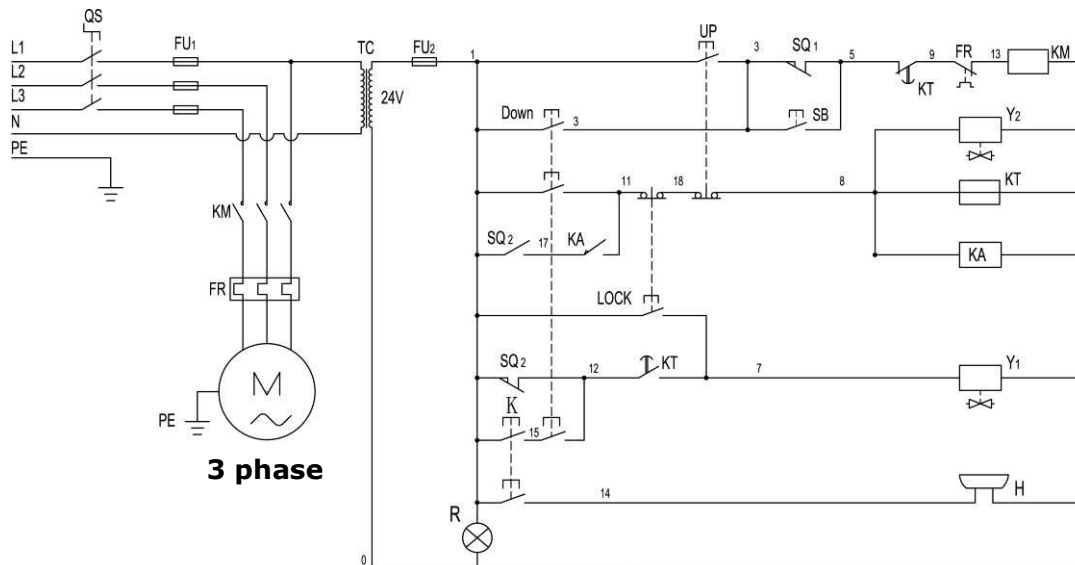

Fig. 29
2.2 Circuit Diagram (See Fig. 29).